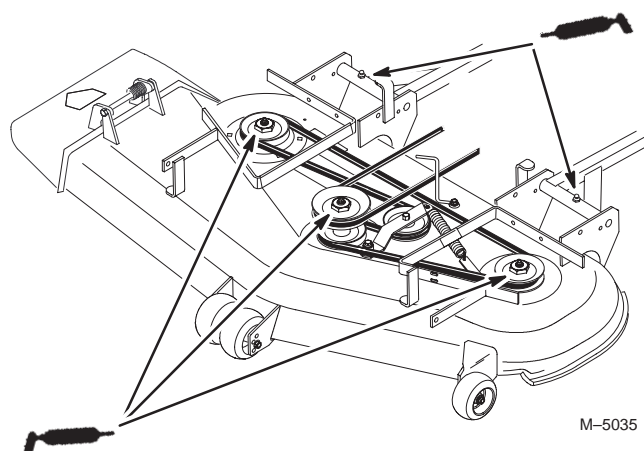

Figure 43
2. Lubrifiez les graisseurs des roulements des trois axes jusqu'à ce que la graisse sorte par les joints inférieurs (Fig. 43).
3. Lubrifiez les graisseurs des bras de poussée (Fig. 43).